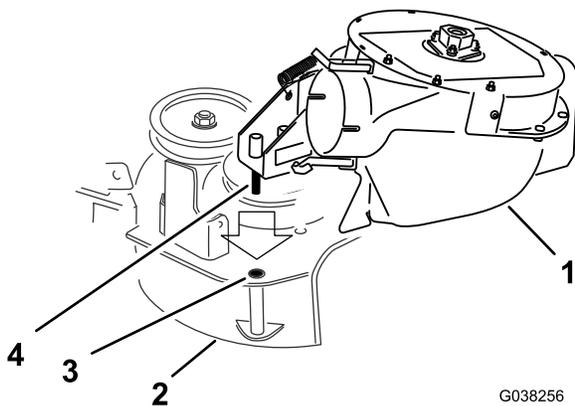

**Figura 26**
Verificate che il perno girevole sia fissato sul gruppo soffiatore nella posizione corretta (Figura 25 o Figura 26).
- Se avete un piatto di taglio da **152 cm**, installate il perno girevole nel foro posteriore (Figura 26).